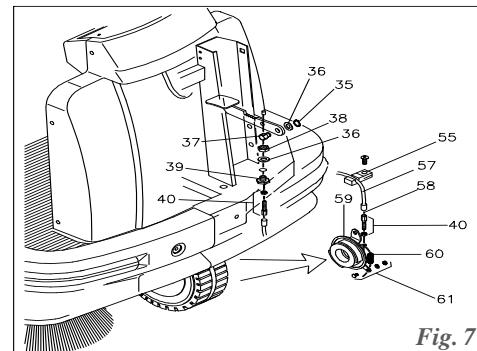

Fig. 7
7.9 AUSWECHSELN UND EINSTELLEN DES BREMSKABELS (Fig. 7)